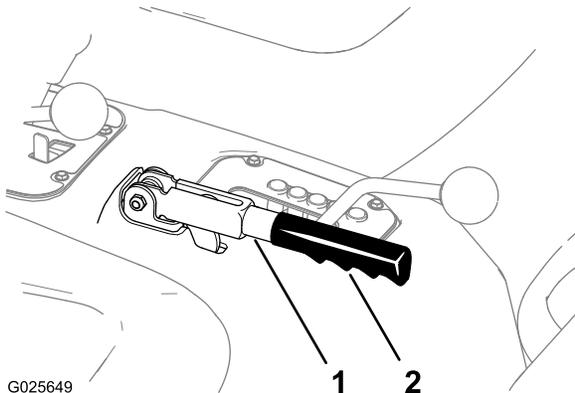

Figure 79
1. Enlevez la poignée en caoutchouc du levier de frein de stationnement (Figure 79).
5. Placez la poignée en caoutchouc sur le levier du frein de stationnement (Figure 79).